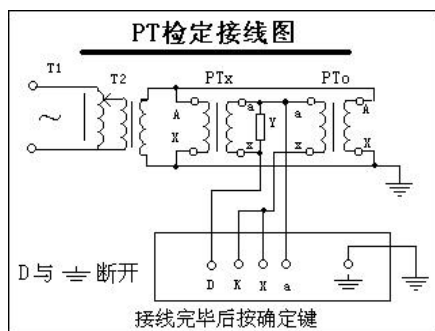

图 6-8 PT 检定接线图
5、选择‘进入第二步测量’进入第二步试验，‘检定电压互感器（单绕组）’按照图 6-7 接线，选择‘检定电压互感器（多绕组）’按照图 6-8 接线。（注：单绕组测量时，测试线 2ab 的线夹要悬空）
在参数设置界面选择‘传统测试’菜单。按照图 6-8 接线。